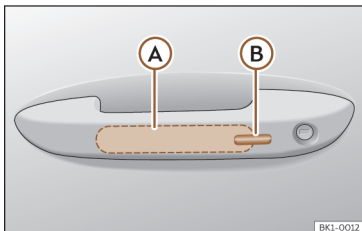

Fig. 67 Manípulo da porta: superfícies sensoras.
>>> **Fig. 67**
- Toque na superfície sensora >>> **Fig. 67 (B)** situada no lado exterior do manípulo da porta. Todos os indicadores de direção piscam uma vez.
• Antes de passarem 5 segundos, toque uma vez no sensor do lado exterior do manípulo da porta >>> **Fig. 67** . Ao fazê-lo, não agarre o manípulo. O sistema Keyless Access fica desativado temporariamente.